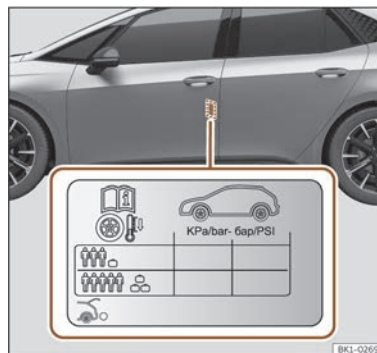

Fig. 205 Emplacement de l'autocollant de gonflage des pneus.
- Adaptez la pression des pneus en fonction de la charge transportée par le véhicule >>> **fig. 205.**
Les valeurs de pression de gonflage figurent sur l'autocollant situé sur la face arrière du cadre de la portière avant gauche >>> **fig. 205.**
Adaptez la pression de gonflage des pneus à la charge du véhicule. Si le véhicule est chargé au maximum, vous devez augmenter la pression de gonflage jusqu'à la valeur maximale de charge indiquée sur l'autocollant >>> **fig. 205.**
Dans le cas d'une roue de secours de taille réduite (125/70 R16 ou 125/70 R18), la gonfler à une pression de 4,2 bar comme indiqué sur l'autocollant de pression des pneus >>> **fig. 205.**
- Le conducteur est responsable de la pression correcte de tous les pneus de son véhicule. La pression de gonflage recommandée est indiquée sur un autocollant >>> **fig. 205.**
- Avec les pneus à froid, la pression devra toujours être celle indiquée sur l'autocollant >>> **fig. 205.**